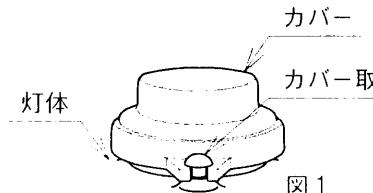

図1
- 鋼管柱に取付る場合 ($\phi 89.1 \sim \phi 190$ まで) (図1)
- ① 自動点滅器用のカバー取付ねじ（2ヶ所）を外してください。（図1）